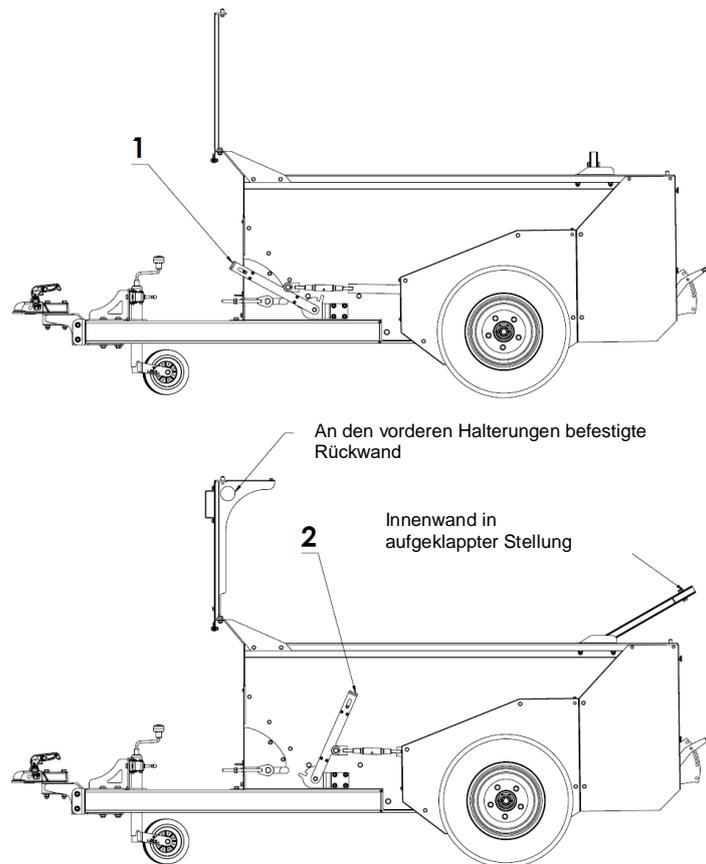

Abbildung 9. Positionen des Steuerhebels
- Den Antrieb des Streuaggregats und des Kettenförderers mit den Fahrrädern des Mini-Miststreuers verbinden, indem der Hebel von der schrägen Stellung (1) in die senkrechte Stellung (2) umgelegt wird (Abbildung 9),